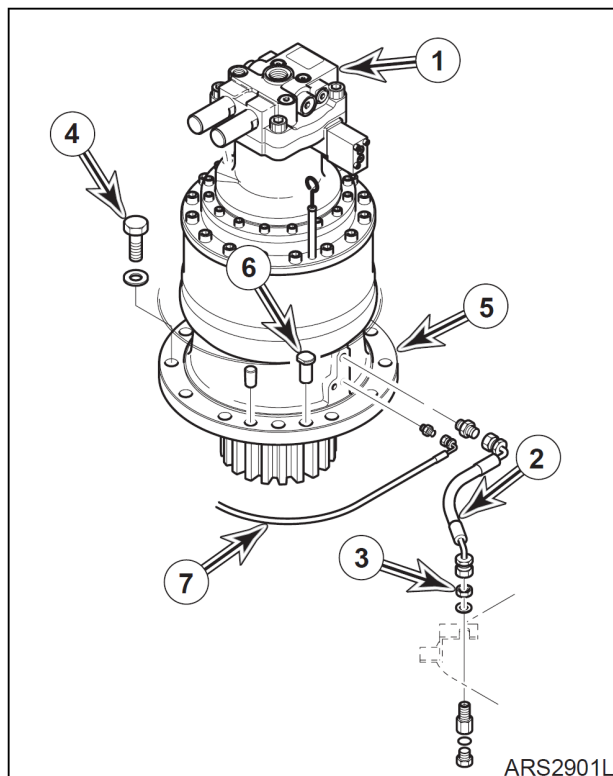

Рис. 9
11. Пометить и отсоединить шланги, идущие от двигателя поворота (1, рис. 9). Необходимо заглушить и закрыть крышками все разъемы для предотвращения загрязнения гидравлической системы или ее компонентов.
12. Снять сливную заглушку (3, рис. 9) с рамы слить масло с коробки передач (5, рис. 9).
13. Отсоединить шланг (2, рис. 9) от основной рамы, ослабив гайку (3).
14. Отсоединить магистраль смазывания (7, рис. 9) от коробки передач (5).
15. Снять 12 болтов с шайбами (4 рис. 9), которыми редуктор поворота (5) крепится к раме.
16. При помощи подходящего подъемного устройства поднять двигатель поворота (1, рис. 9) и редуктор (5) и снять.
ПРИМЕЧАНИЕ: На фланце редуктора установлено два установочных штыря (6 рис. 9).